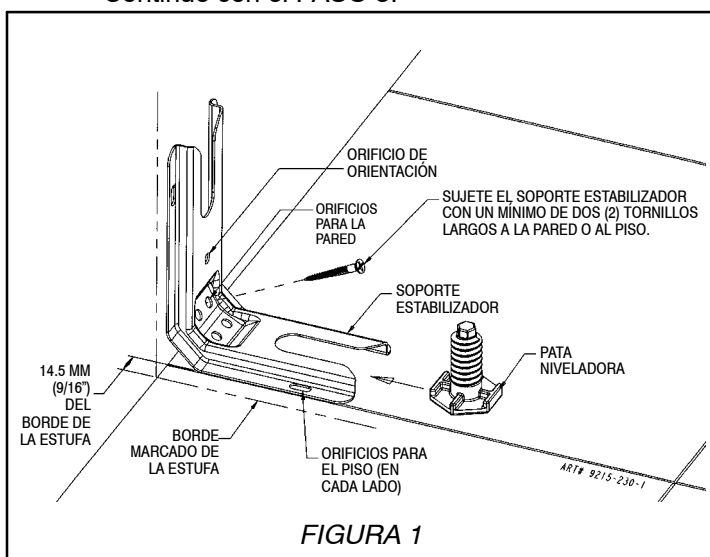
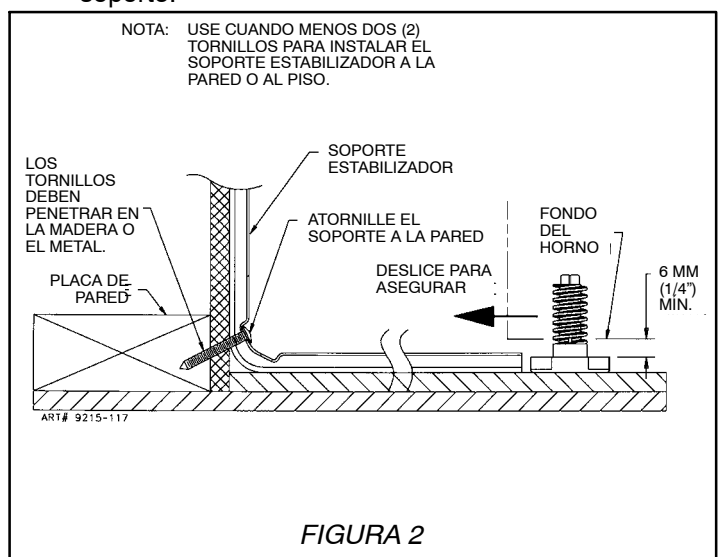

FIGURA 1
FIGURA 2
PASO 1 – Ubicación del soporte (vea la figura 1)
- Coloque el SOPORTE a 2.4 cm (9/16”) del “BORDE” marcado hacia el centro del hueco y contra la pared posterior, según se muestra en la figura 1, con el orificio de orientación contra la pared.
- Use el soporte como plantilla y marque los orificios necesarios, según se muestra en la figura 1, para el tipo de construcción que usará.
- Piso: Ubique el centro de los dos orificios que se identifican en la figura 1 como “ORIFICIOS PARA EL PISO”. Taladre un orificio piloto con una broca de 3 mm (1/8”) en el centro de cada orificio (puede usar un clavo o un punzón si no tiene un taladro disponible). Asegure el soporte ESTABILIZADOR al piso con los dos tornillos provistos. Continúe con el paso 3.
- Pared: Ubique el centro de los dos orificios que se identifican en la figura 1 como “ORIFICIOS PARA LA PARED”. Taladre un orificio piloto en ángulo con una broca de 3 mm (1/8”) en el centro de cada orificio como se muestra en la figura 2. (Puede usar un clavo o un punzón si no tiene disponible un taladro.) Asegure el soporte ESTABILIZADOR a la pared con los dos tornillos provistos según se muestra en la figura 2. Continúe con el PASO 3.
- Puede obtenerse tornillos apropiados para la construcción de concreto en una ferretería. Con el taladro haga el orificio del tamaño requerido para el tipo de tornillos que haya obtenido, en el concreto, en el centro de los orificios identificados en la figura 1 como “ORIFICIOS PARA EL PISO”. Asegure el soporte ESTABILIZADOR al piso. Continúe con el paso 3.
NOTA: Se requiere un espacio libre de cuando menos 6 mm (1/4”) entre la estufa y la pata niveladora que se enganchará al soporte estabilizador, vea la figura 2.